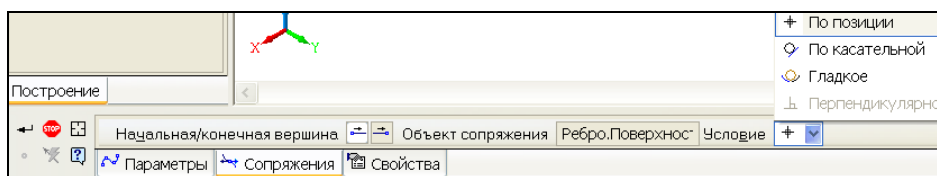

Рис. 6.7. Панель свойств команды **Сплайн** с открытой вкладкой **Сопряжения**
- ◆ откройте вкладку **Сопряжения** (рис. 6.7). Система автоматически связала первую точку с объектом. Необходимо только задать условия сопряжения из раскрывающегося списка **Условие**. Возможны сопряжения: **По касательной**, **Перпендикулярно**, **По позиции** и **Гладкое**. Гладкое отличается от касательного тем, что в сопряжении кривизна сплайна становится равной кривизне объекта, с которым производится сопряжение. В качестве объекта для сопряжения со сплайном могут быть выбраны вспомогательные и координатные плоскости, грани тел и поверхностей, ребра, пространственные кривые, контур эскиза. Нажмите кнопку **Конечная вершина**. Задайте условия сопряжения для этой вершины. В зависимости от условий сопряжения кривизна сплайна меняется;